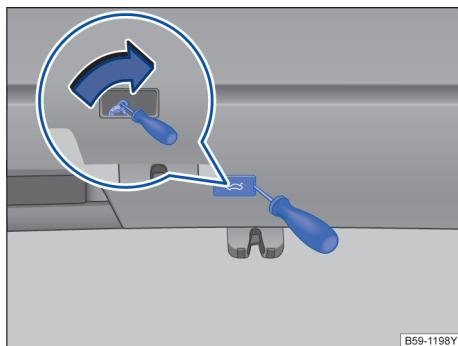

图 68 在行李厢中：行李厢盖的应急解锁机构
- 用长型工具插入行李厢盖中的开口→图 68 并沿箭头方向按压解锁拨杆，解锁行李厢盖。